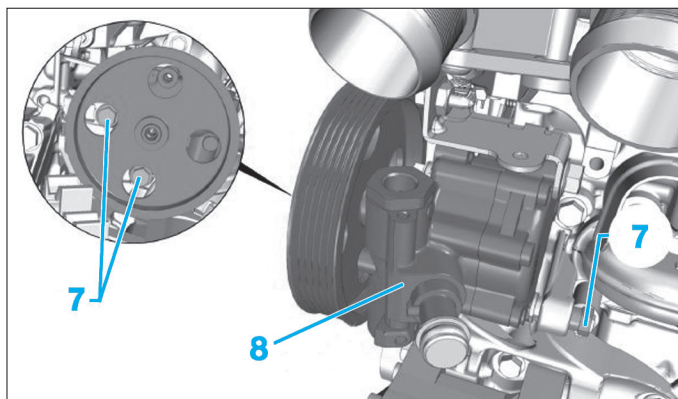

Fig. 18
- Déposer les vis de fixation (7) de la pompe de direction assistée (8) (Fig.18).